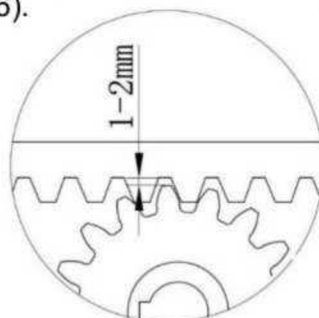

Fig.6
- Cuando la Cremallera esté Debidamente Instalada, Asegúrese de que los Dientes Encajan Correctamente con el Engrane. La Holgura entre la Cremallera y el Engrane debe ser de 1-2mm. Ver (Fig.6).